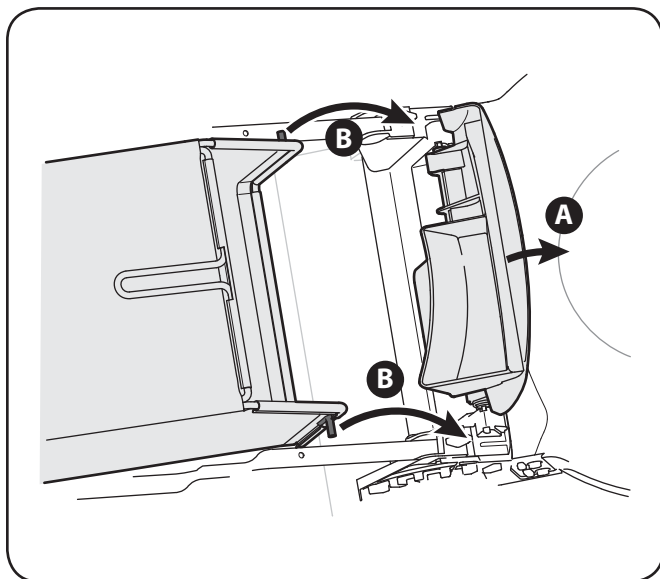

Figura 3-8
- b. Coloque el colector en las ranuras del soporte del mango como se muestra en la Figura 3-8. Libere la puerta de descarga para que cierre sobre el colector.